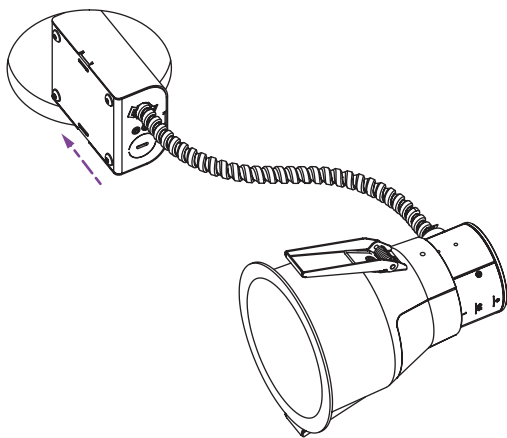

fig. 12
1. Alimentez le boîtier de raccordement à travers le trou au plafond (voir la fig. 12).